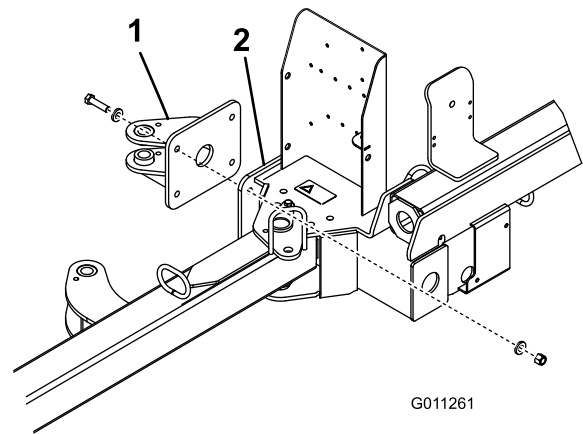

Figura 5
1. Montate la linguetta posteriore dell'attuatore sul telaio della spazzatrice con (4) bulloni da $1/2 \times 2$ poll., (8) rondelle piane da $,531 \times ,063$ e (4) dadi di bloccaggio da $1/2$ poll. Collocate i componenti come illustrato nella Figura 5.